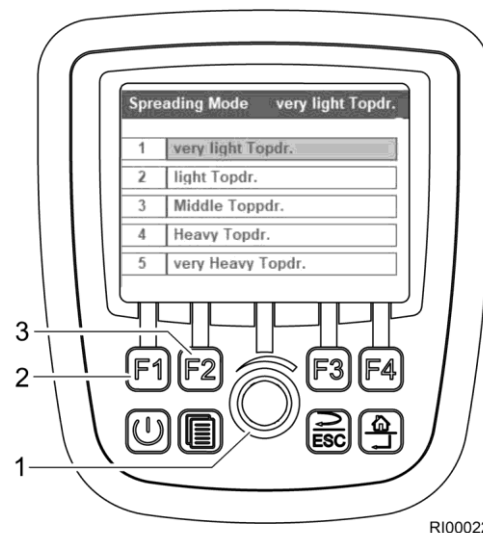

Bild 33 Streumodus
1. Drehregler (Bild 33/1) drehen und dadurch den gewünschten Streumodus anwählen.
3. Wenn der Streumodus angepasst werden soll, die F1-Taste (Bild 33/2) drücken.
4. Wenn der Streumodus umbenannt werden soll, die F2-Taste (Bild 33/3) drücken.